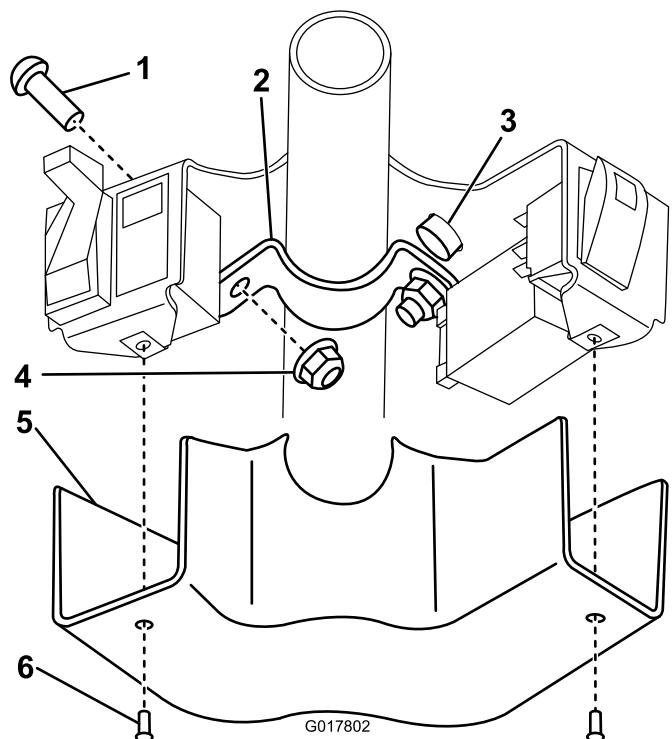

Рисунок 10
5. Вставьте заглушку в отверстие в верхней части рулевой колонки (Рисунок 10).
- Установите этот узел на рулевую колонку, используя монтажный кронштейн рулевой колонки, два вагонных винта и две гайки с фланцами (Рисунок 10).
- Установите кожух рулевой колонки с помощью двух оставшихся винтов (№ 10-24 x 1/2 дюйма) (Рисунок 10).